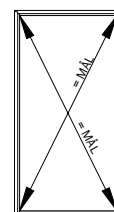

Fig 5.
3) Fogen mellan vägg och glasparti får inte vara större än 20 mm och skall drevas noggrant från båda sidor (Fig. 5). Om glaspartiet är brandklassat skall isoleringsmaterialet vara obrännbart. Om glaspartiet är ljudklassat skall det kompletteras med fogmassa på en sida.
3) Fugen mellom vegg og glassparti får ikke være større enn 20 mm og skal dyttes hardt fra begge sider (Fig. 5). Om glasspartiet er brannklasset skal isoleringsmaterialet være ubrennbart. Om glasspartiet er lydklasset skal det kompletteres med fugemasse på en side.